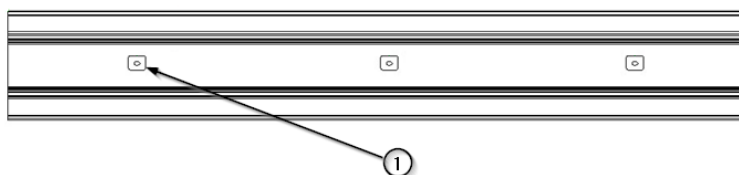

Fig.6 Punti di ancoraggio dell'attrezzatura ICARUS
- Per rimontare il tappo terminale (1) è sufficiente spingerlo in posizione in direzione del telaio fino all'arresto del tappo terminale e inserire la vite di fissaggio (2).
- Individuare i punti di ancoraggio dell'apparecchiatura (1) indicati nel disegno di installazione allegato (vedere Fig. 6).
- Individuare i punti di ancoraggio dell'apparechiatura ① indicati nel disegno di installazione allegato (vedere Fig. 6).